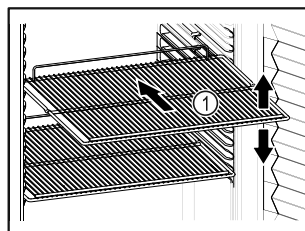

Fig. 86 Ilustratīvs attēlojums
- Ja novietošanas režģi Fig. 86 (1) ir novirzāmi, pielāgojiet tos pēc augstuma.